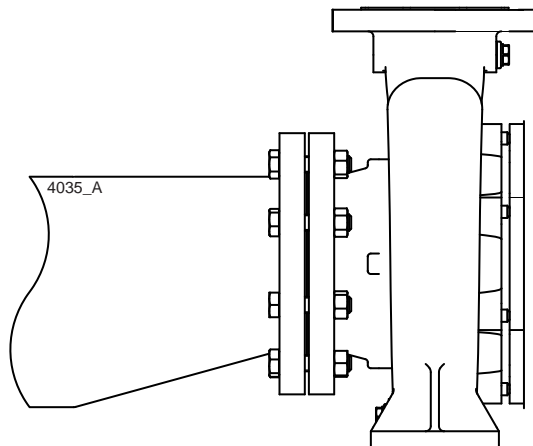

图 6: 偏心异径管与吸入法兰连接。
- 吸入管通道的尺寸必须充足。此管应尽可能短并且同向泵，确保不会产生气穴。如果无法实现，则应当在管子的最高点安装一台通风装置。如果吸入管的内径大于泵的吸入接口，则应当使用偏心异径管，以防产生气穴与涡流。请参阅 图 6。